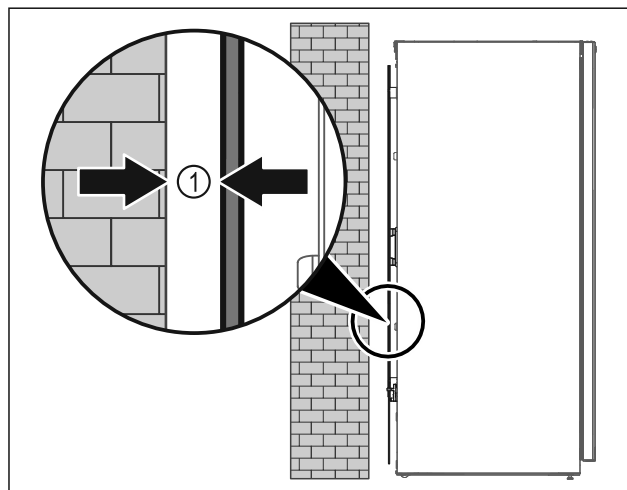

Fig. 10
- ▶ Zariadenie inštalujte voľne v priestore alebo priamo na stenu v minimálnej vzdialenosti 5 mm Fig. 10 (1).